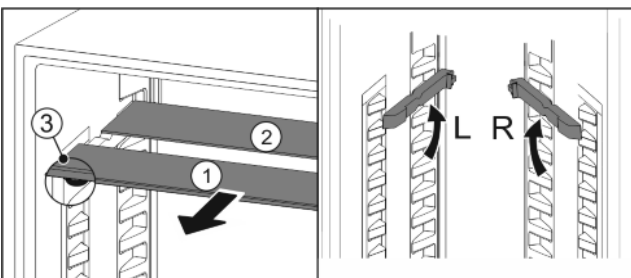

Fig. 19
- ▶ Посуньте Fig. 19 (1) скляну панель вперед.
- ▷ Скляна панель Fig. 19 (1) зі стопорами лежить спереду.
- ▷ Стопори показують вниз Fig. 19 (3).